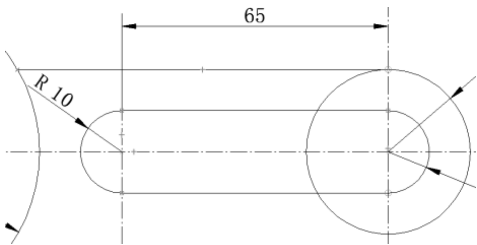

图 6-108 绘制直线
(4) 单击【绘制草图】选项卡【绘图】区域下的【直线】按钮，绘制如图 6-108 所示的直线。